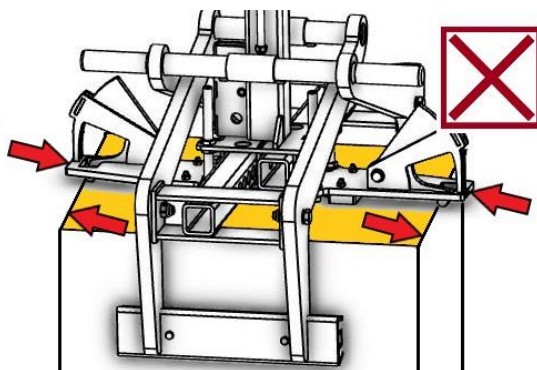

Abb. 2A
**Das sonst der SAFETY-INDICATORS nicht funktioniert!** (Abb. 2A).